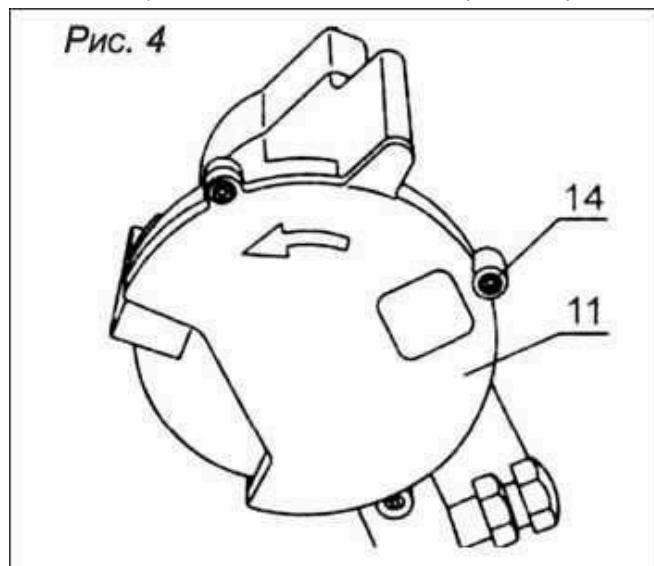

Рис. 4
- Открутите три винта 14 (рис. 4) и снимите защитный кожух 11.
- Установите защитный кожух 11 (рис. 4) и прикрепите тремя винтами 14.